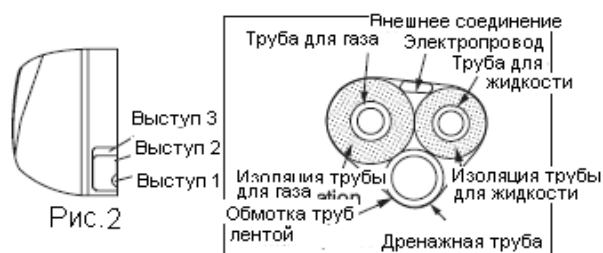

Рис. 2
1. При прокладывании труб и проводов с левой или правой стороны от внутреннего блока при необходимости можно отрезать выступы монтажной панели (см. рис. 2).